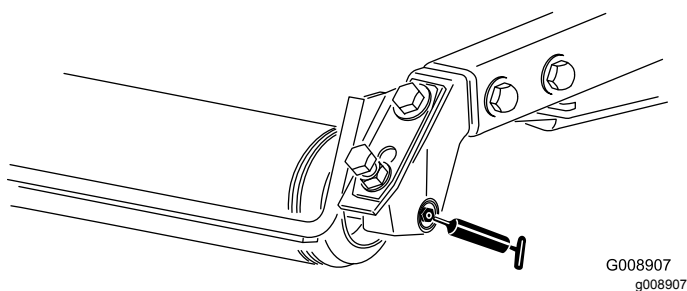

Figure 56
- Roulements de rouleau arrière (2 par plateau de coupe) (Figure 56)